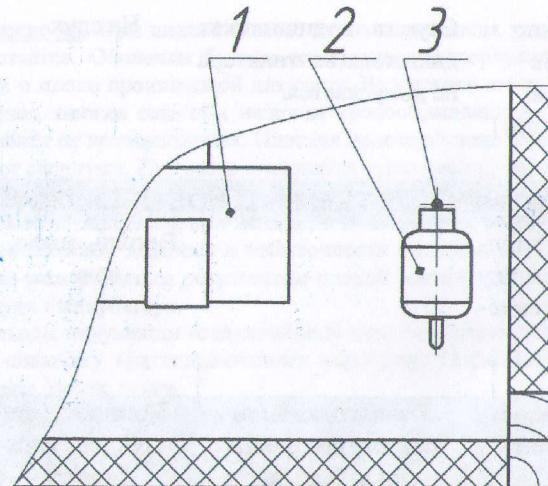

Рис. 2
5. После каждого вывода птенцов заменить марлю на датчике влажности (поз. 3 рис. 2)